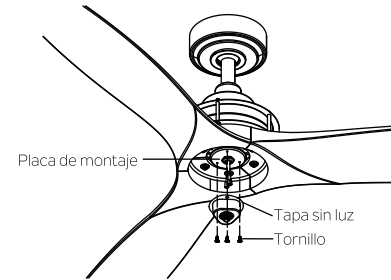

Fig. 19
Paso 2. Acople la tapa sin luz a la placa de montaje utilizando los tres tornillos de la placa de montaje retirados en el paso anterior y ajústelos bien. (Fig. 19)